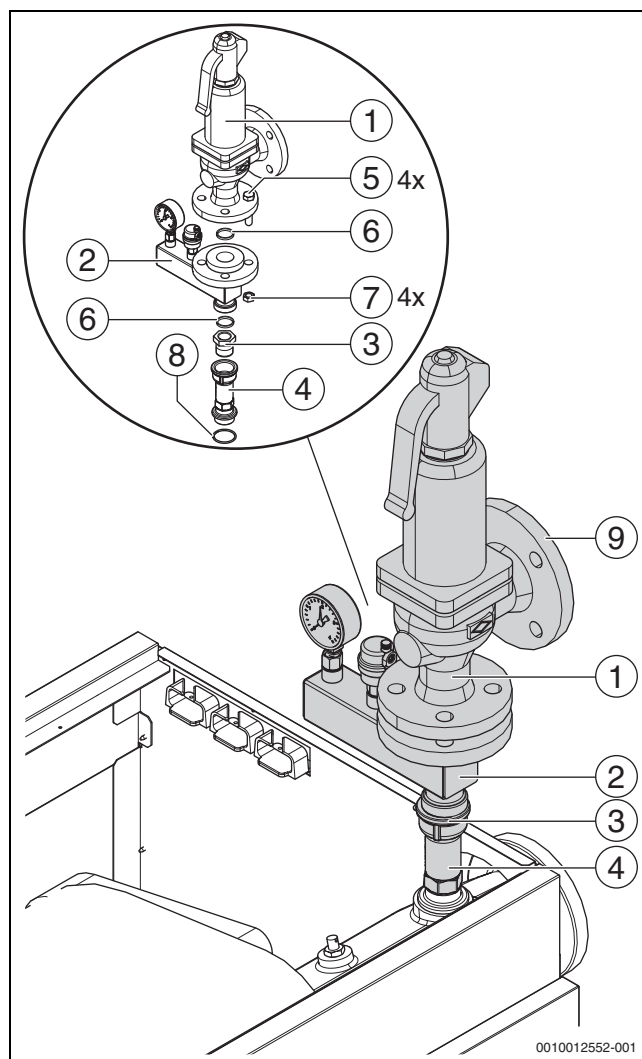

Рис. 19 Комплект безопасности 4-6 бар (показано правое исполнение котла)
- Установите предохранительный клапан на резьбовой штуцер подающей линии котла с подходящим герметиком или с прилагаемыми уплотнениями (→ рис. 19).